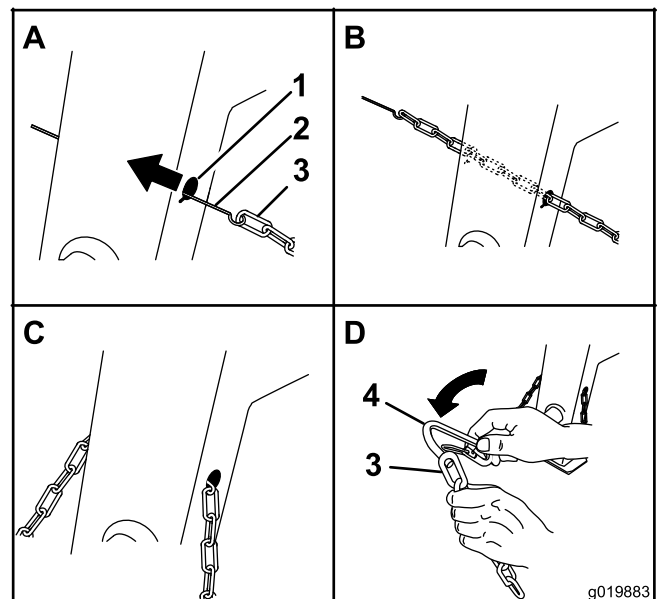

Figure 5
- Formez un crochet au bout d'une tige flexible ou d'un fil de fer rigide (non fourni), et insérez-le dans les trous allongés du montant avant de la machine (Figure 5).
- Attachez la chaîne de sécurité à la tige ou au fil métallique (Figure 5).
- Tirez la tige ou le fil métallique et la chaîne de sécurité à travers les deux trous allongés (Figure 5).
- Alignez le maillon d'attache sur le dernier maillon au bout de la chaîne de sécurité (Figure 5).
- Insérez le maillon d'attache dans le maillon de la chaîne jusqu'à ce que le maillon d'attache se ferme avec un clic (Figure 5).